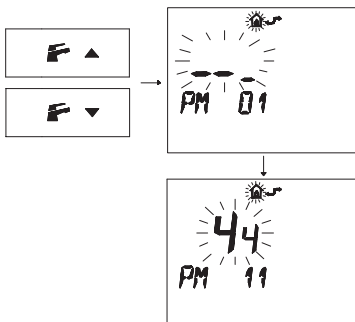

Figura 5.41
- Premere i pulsanti o per visualizzare la programmazione "PM11" della postcircolazione pompa (Figura 5.41).